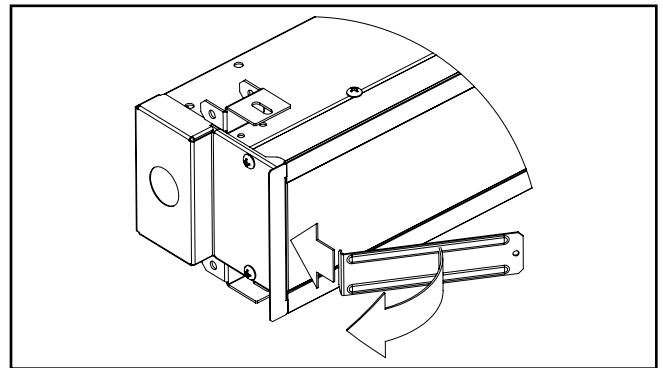

**Figure 2.**
2. Déterminez ensuite si le luminaire sera installé individuellement ou bout à bout avec d'autres luminaires. Si le luminaire est installé individuellement, les capuchons d'extrémité les plus éloignés de la plaque d'accès doivent être remplacés par les capuchons d'extrémité pour cloison sèche du luminaire individuel. Si les luminaires sont installés bout à bout, les capuchons d'extrémité doivent être remplacés par les capuchons d'extrémité prévus à cet effet. Voir les figures 2 et 3.